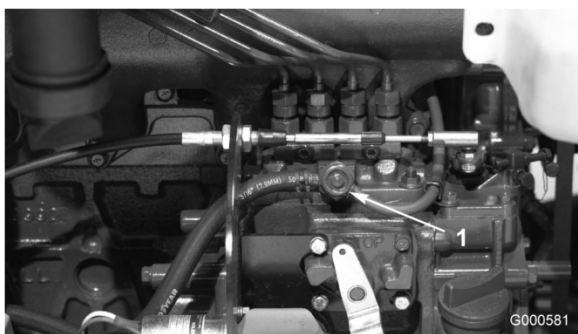

Figura 39
3. Desaperte o parafuso de drenagem que se encontra na bomba de injeção de combustível (Figura 39).